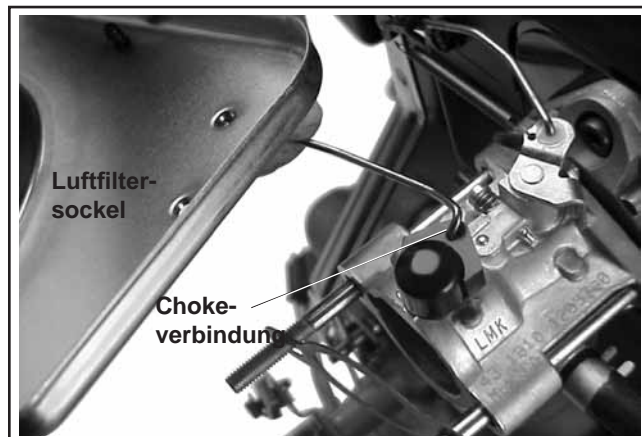

Abbildung 9-7. Luftfiltersockel demontieren.
- Lösen Sie die Schlauchklemme und trennen Sie den Entlüfterschlauch von der Kipphebelabdeckung. Demontieren Sie den Luftfiltersockel von den Bolzen und trennen Sie die Chokeverbindung vom Vergaserchokehebel. Siehe Abbildung 9-7.